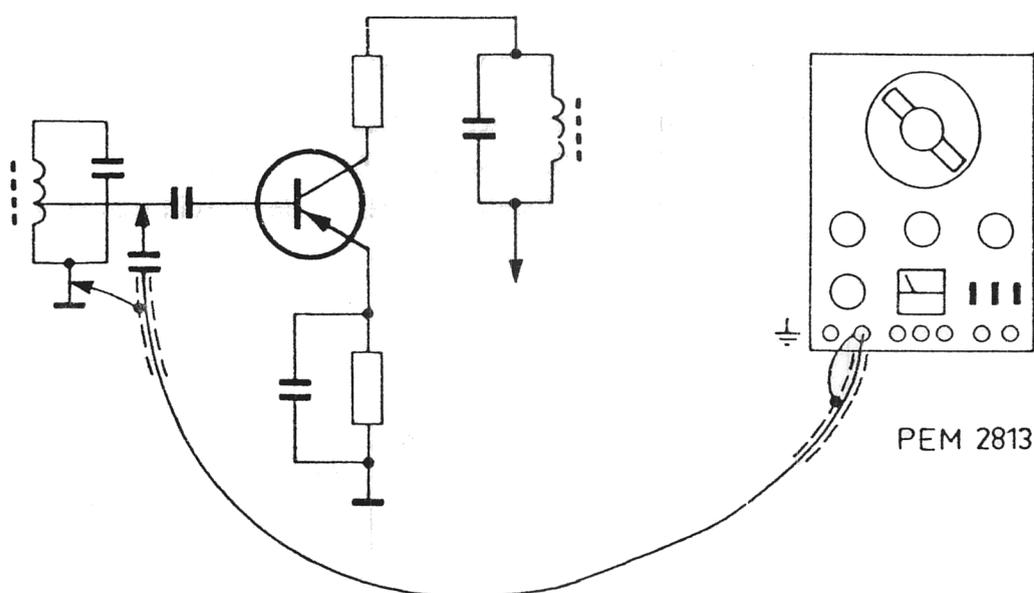

Fig. 13. Mise au point statique d'un récepteur AM
1. Relier le générateur PM 5321, par l'intermédiaire du condensateur de 30.000 pF inséré dans l'antenne fictive, à l'électrode du tube mentionné dans le tableau d'alignement de la documentation de service (fig. 13).